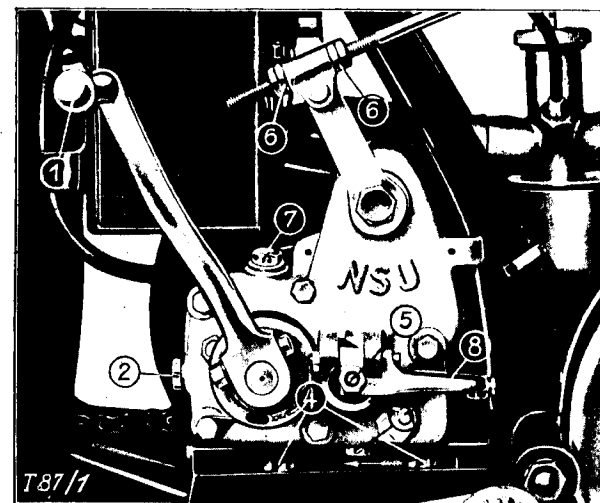

Abb. 12
2. Das Getriebe ist mit SHELL Ambroleum durch die Einfüllschraube 7 in Abb. 12 aufgefüllt. (Inhalt ca. 320 ccm.) Die Maschine verläßt die Fabrik mit gefülltem Getriebe. Diese Füllung ist für ca. 2500 km Fahrt ausreichend. Der richtige Stand kann durch die seitlich angebrachte Kontrollschraube 2 in Abb. 12 geprüft werden.
3. Oberen Vergaserregulierhebel 6 rechts am Lenker schließen und unteren Vergaserregulierhebel 5 etwa ¼ öffnen. Bei Lichtbatteriezünder erst die Zündung einschalten. Durch kräftiges Heruntertreten des Starterhebels 1 (Abb. 12) den Motor anwerfen. Die Regulierung erfolgt durch den Gashebel nach Bedarf und ist bei warmem Motor der obere Hebel zu öffnen. Motor nicht zu schnell und unnötig am Stand laufen lassen.
Vor der Neuauffüllung des Getriebes durch die obere Einfüllschraube 7 ist das alte Fett zuvor durch die untere Ablassschraube 3 (in Abb. 12) zu entfernen. Dann spült man mit Petroleum oder Waschbenzin das Getriebe aus. Das neu einzufüllende Fett wird zweckmäßig erwärmt oder mit einer Fettpresse eingefüllt.
Die Primär-Kette vom Motor zum Getriebe wird durch Verschieben des Getriebes nachgespannt (Abb. 12). Nachdem die Bremsstange hinten abgenommen wurde, löse man die 2 großen Muttern 4 an der Getriebebrücke und schiebe das Getriebe in die gewünschte Stellung, bis eine mäßige Spannung der Kette erreicht ist. Auf richtigem Kettenlauf ist, des großen Verschleißes wegen, zu achten. Die Getriebemuttern 4 sind sehr kräftig wieder anzuziehen.
Durch das Verschieben des Getriebes ist es nötig, die Schaltung wieder richtig einzuregulieren. Man löse zu diesem Zwecke die beiden Muttern 6 in Abb. 12 und rücke am Getriebe den 2. Gang ein.
(s. Abb. 12 und 13)
Macht sich nach längerem Gebrauch ein Schleifen der Kupplung bemerkbar, so kann dieselbe verölt sein oder die Druckstange hat nicht mehr genügend Spiel, da die Lamellen abgenützt sind. Die Druckspindel 5 in Abb. 12 muß so eingestellt sein, daß am Kupplungshebel 8 etwas Spiel vorhanden ist und trotzdem noch vollständig ausgekuppelt werden kann.